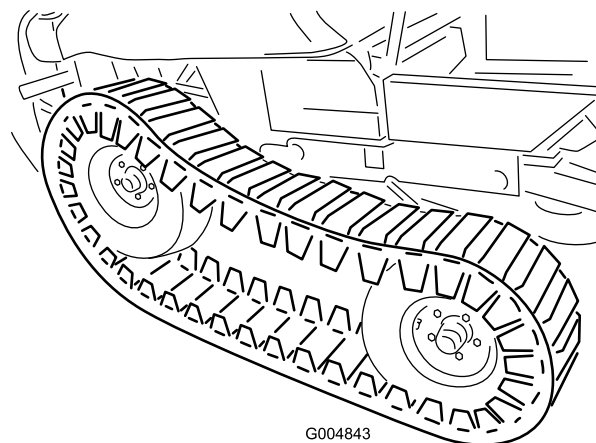

Figure 30
21. Ajustez le cric à une hauteur permettant de monter le pneu avant. Avec l'aide d'une autre personne, soulevez l'avant de la chenille afin de pouvoir monter les pneus avant (Figure 30).